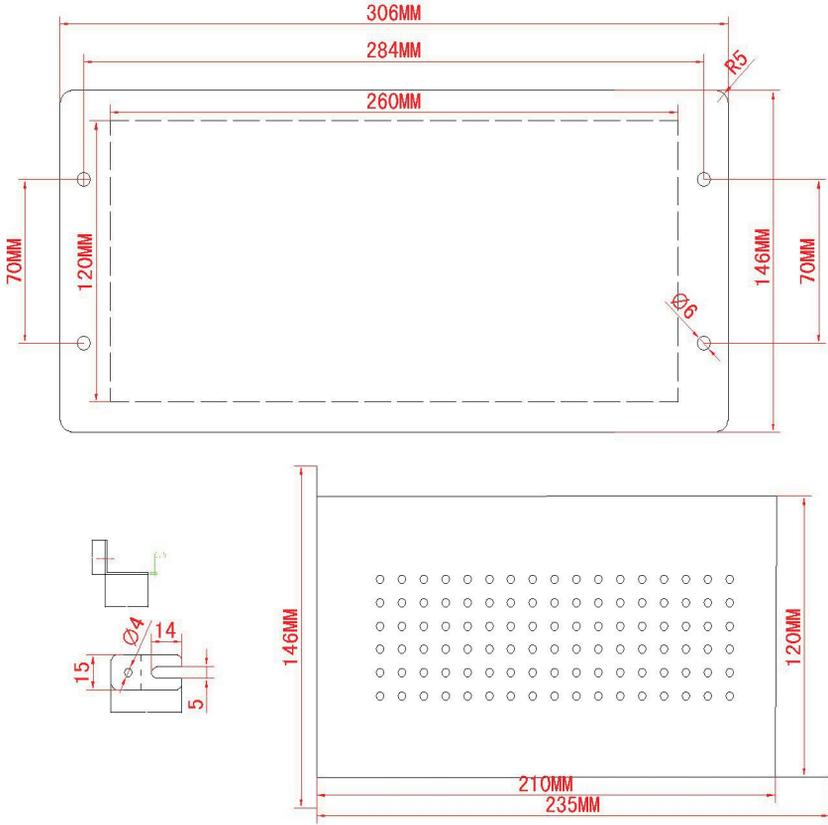

图 1 (装置开孔图及外形尺寸图)
5. 外型尺寸：详见图 1
6. 开孔尺寸：（长）262 mm×（高）122 mm 详见图 1